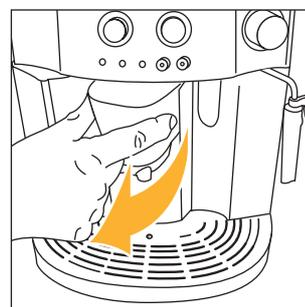
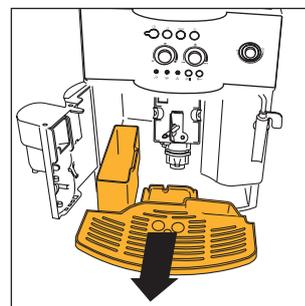

Fig. 15
Fig. 16
NOTA 7: la macchina conta il numero di caffè che vengono erogati. Ogni 14 caffè singoli (o 7 doppi), la spia 📊 si accende in modo fisso (cap. 12 punto 3) avvertendo che il contenitore fondi è pieno di pasticche ed è necessario svuotarlo e pulirlo. Finché non si fa la pulizia del cassetto fondi, la spia rimane accesa e la macchina non può fare il caffè. Per eseguire la pulizia aprire lo sportello di servizio sulla parte anteriore tirando il erogatore (fig. 15); si accende la spia ⚠ lampeggiante (vedere par. 12 punto 9); estrarre quindi la vaschetta raccogliogocce (fig. 16), svuotarla e pulirla. Svuotare e pulire accuratamente il cassetto fondi avendo cura di rimuovere tutti i residui che possono essere depositati sul fondo. Asciugare anche le eventuali gocce di condensa che si sono depositate all'interno della macchina sotto la vaschetta raccogliogocce. **IMPORTANTE: quando si estrae la vaschetta raccogliogocce è OBBLIGATORIO svuotare sempre il contenitore fondi caffè anche se è riempito poco. Se questa operazione non è effettuata può succedere che, quando si fanno i caffè successivi, il contenitore fondi si riempia più del previsto e che la macchina si intasi di pasticche esauste.**
- aprire lo sportello di servizio (fig. 15);
- estrarre il vassoio raccogli gocce ed il contenitore dei fondi (fig. 16) e lavarli;